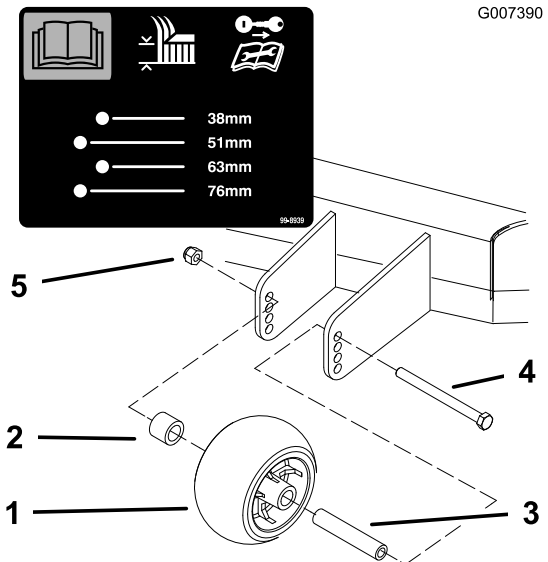

Figure 19
3. Après avoir réglé la hauteur de coupe, réglez les galets en retirant l'écrou à collerette, la bague, l'entretoise et le boulon (Figure 19, Figure 20 et Figure 50).
5. Posez l'écrou à embase, la bague, l'entretoise et le boulon. Serrez à 54-61 Nm (Figure 19, Figure 20 et Figure 50).